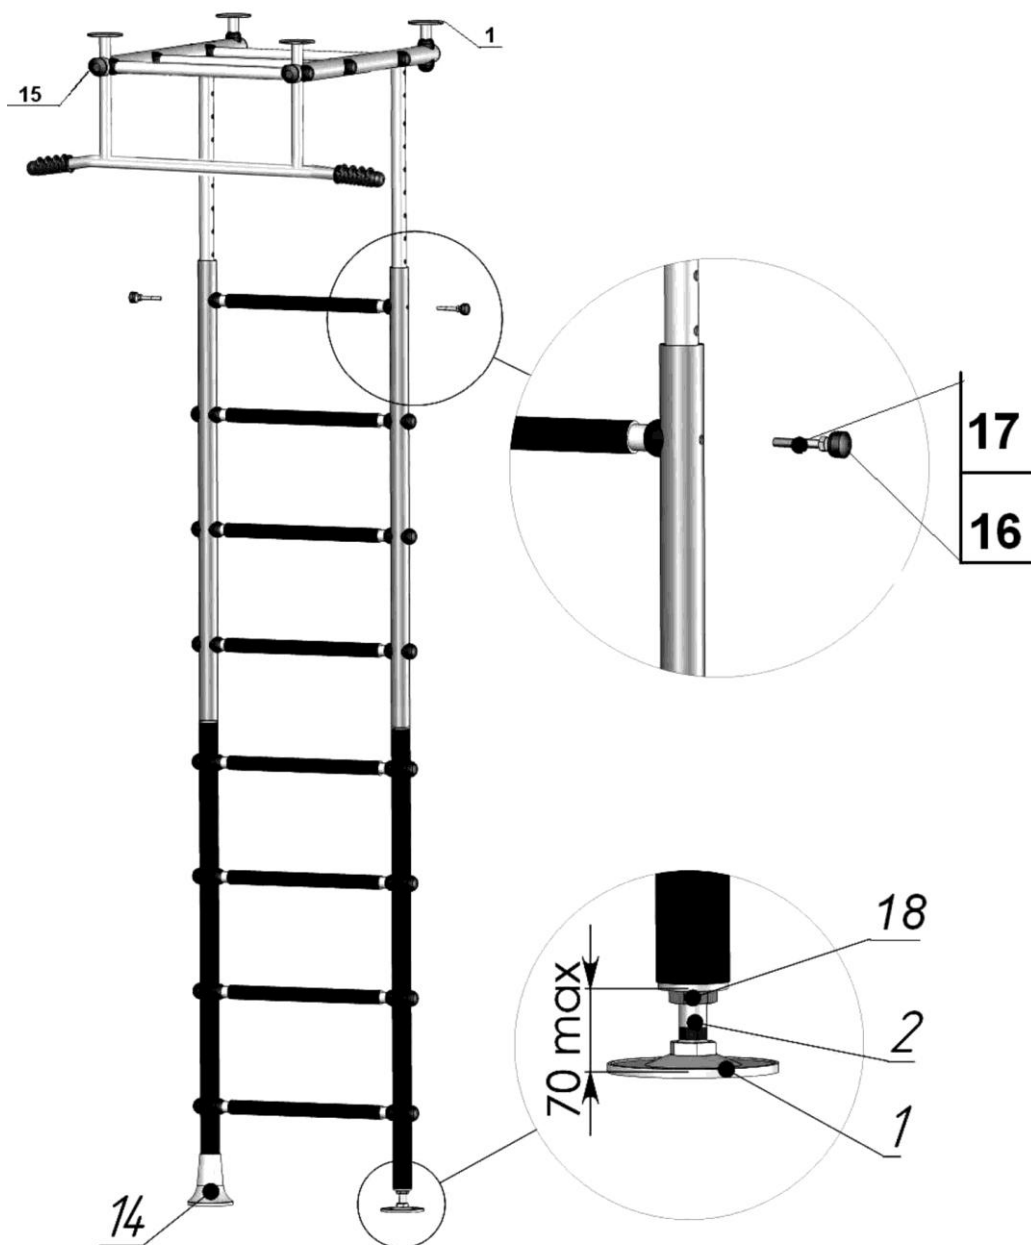

Рис.6
- 6.2.10. При установке комплекса в вертикальное положение установить стаканы на нижние стойки лестницы **поз. 14** и нижние опоры **поз. 1**. Рисунок 6.
- 6.2.12. **Установка верхних 3-х ступенек и распор комплекса между полом и потолком.** Установить КОМПЛЕКСА по Рисунку 6. Закрепление Комплекса в вертикальном положении между полом и потолком обеспечивается вывинчиванием болтов М16 **поз.2**, Рисунок 6, при помощи рожкового ключа с размером 24 мм до касания всех четырех верхних опор к потолку.
- 6.3.1. Вертикальность установки лестницы относительно пола - определяется при помощи уровня. При отклонении лестницы КОМПЛЕКСА от вертикали освободить болт М16, Рисунок 6, окончательно закрепить между полом и потолком с помощью болтов М16.
- 6.3.2. Правильность выкручивания болтов М16 определяется размером между нижней опорой и нижней стойкой, который составляет не более 70 мм. Рисунок 6.